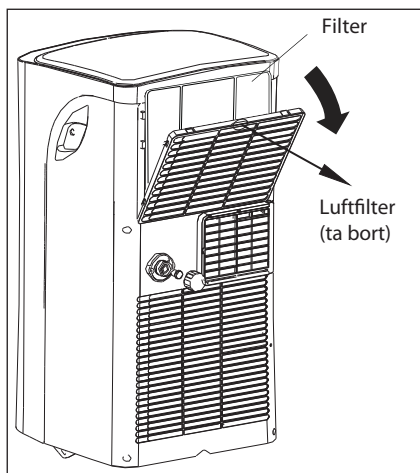

Fig. 27
- Det finns ett filter på enhetens baksida. Ta tag i den övre panelfliken och ta av filtret som sitter bakom gallret på bakpanelen (Fig. 27).